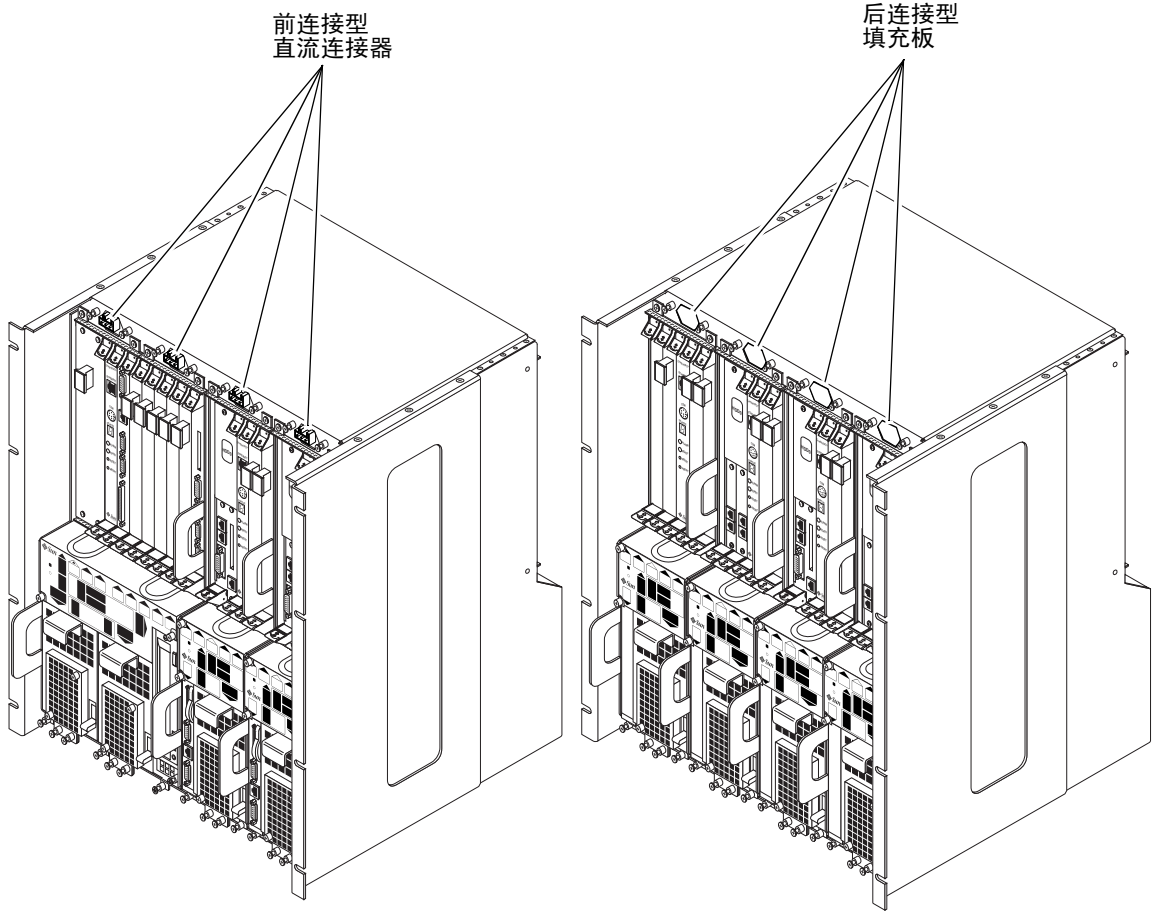

图 2-1 前连接型和后连接型
- 如果在机箱的前部能看到直流连接器，那么此服务器就是前连接型（图 2-1）。
- 如果在机箱的前部看不到直流连接器，且用金属填充板填充了通常情况下安放直流连接器的缝隙，那么此服务器就是后连接型（图 2-1）。对于后连接型，直流连接器位于机箱后部。